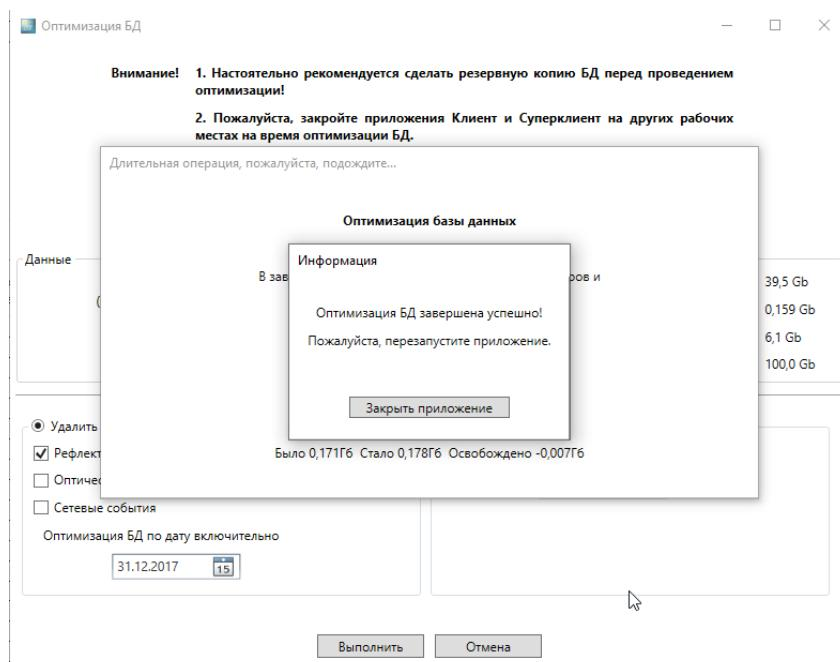

Рисунок 14-5
5. После окончания оптимизации появиться сообщение **Рисунок 14-5**.